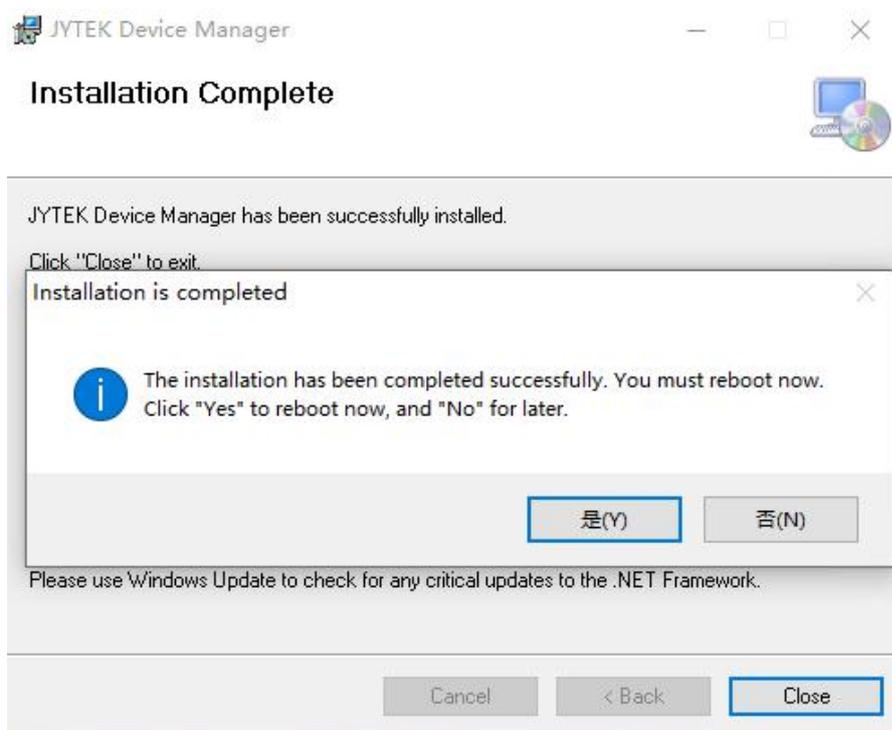

图 5 重启计算机提示信息
- 安装完成后，安装程序会提示需要重启计算机，如图 5 所示，单击“是”重启后即可正常使用 JYDM 软件。